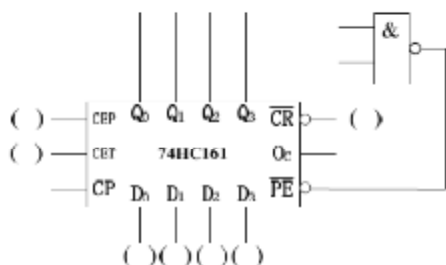

图 6-1
- (1) 不增加其他电路元件，直接在图 6-1 电路上完成电路连线，并在括号中标注高、低电平，完成 0,1,……10,0,1……的循环计数。（可用 0, 1 分别标注低电平和高电平）